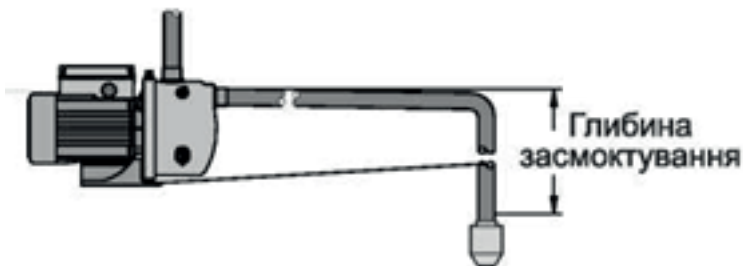

Рисунок 20. Схематичне зображення співвідношення глибини всмоктування до довжини вхідного рукава.
3. Вхідний трубопровід за всією його довжиною, а також фільтри, зворотний клапан та запірна арматура повинні мати пропускну здатність (площа перерізу пропускну отвору) не меншу, ніж вхідний патрубок насоса. Також за загальної довжини вхідного трубопроводу понад 10 метрів або за глибини всмоктування більше ніж 4 метри (як зображено на рис. 20) рекомендується збільшити його перетин на 25–50 % від номінального. За цих обставин вхідний трубопровід рекомендується використовувати з мінімальною кількістю вигинів та поворотів для зменшення його гідравлічного опору.